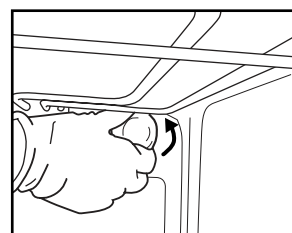

Fig. 6
2. Skruva loss lampkåpan (fig. 6), byt glödlampen (se anmärkning om typ av lampa) och skruva tillbaka lampkåpan.